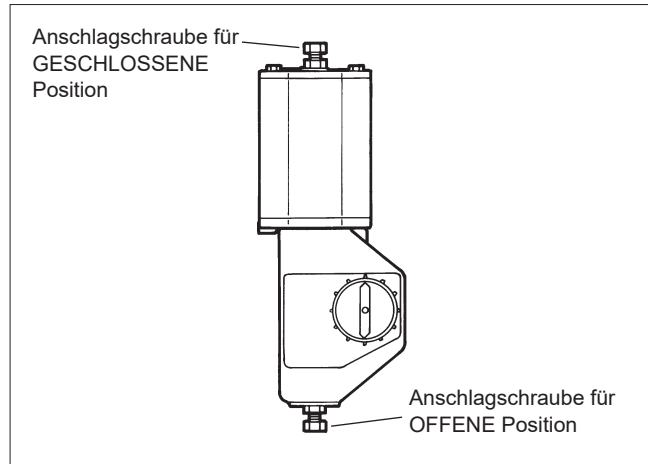

Abb. 39 Offene und geschlossene Position eines B1 Antriebs
- Fahren Sie den Antriebskolben in die äusserste Position und drehen Sie das Ventil in die geschlossene Position, siehe Abb. 39.
- Richten Sie die offene und geschlossene Position (grenzen an Kolbenbewegung) des Kugelsegments anhand der Antriebsanschlagschrauben aus, siehe Abb. 39. Der richtige Öffnungswinkel ist 90°. Die richtige Position kann in der Strömungsöffnung gesehen werden. Prüfen Sie, dass der gelbe Pfeil die Position des Kugelsegments anzeigt. **Fassen Sie nicht in die Strömungsöffnung!**